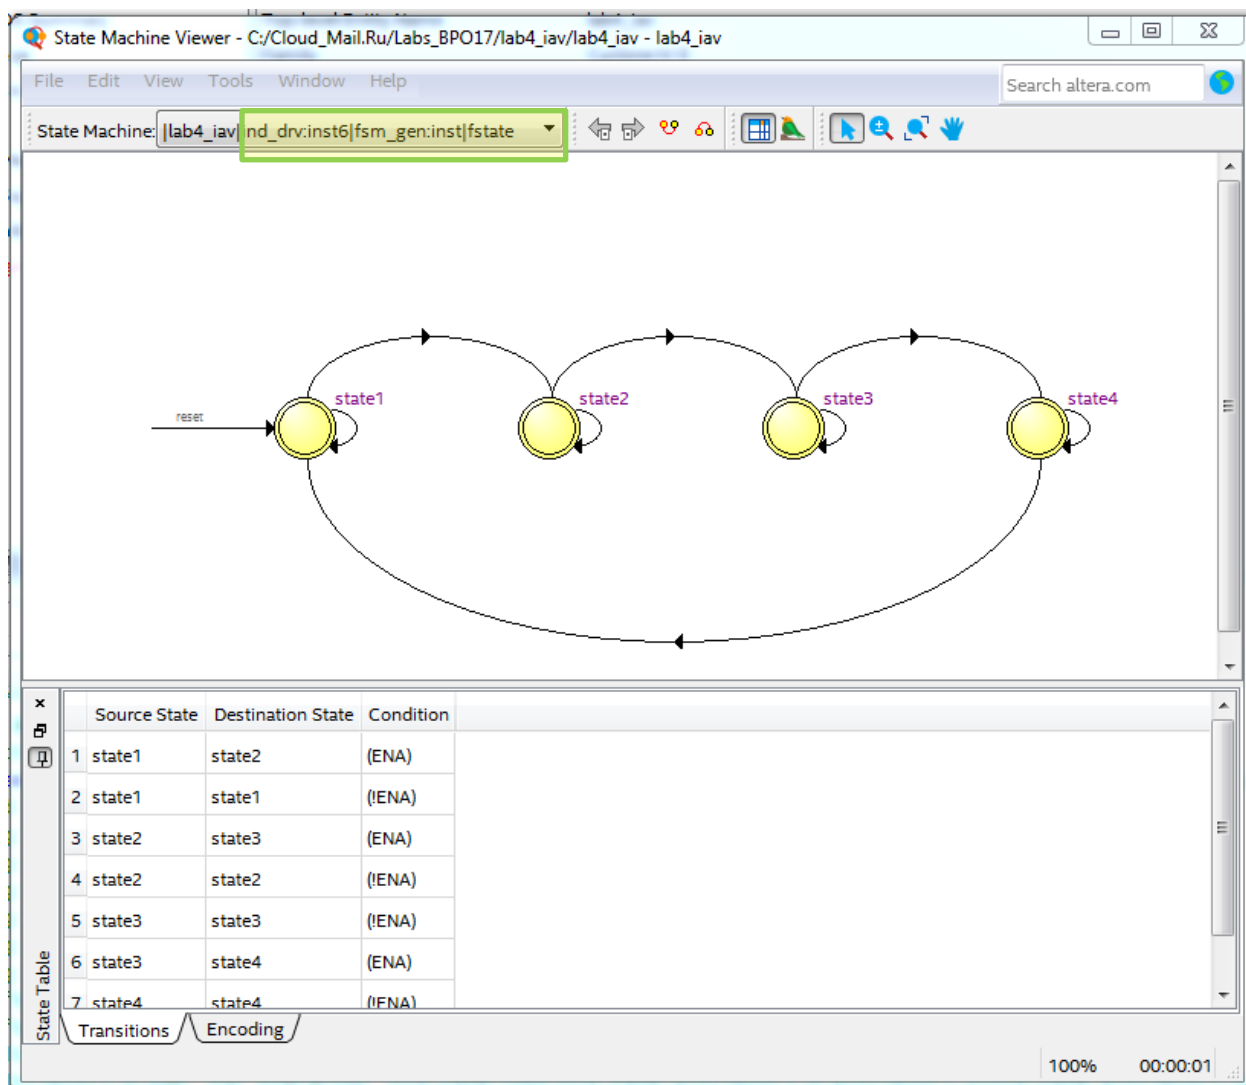

Рис. 61 Отображение конечного автомата с помощью **State Machine Viewer**
12.4. Выполните **Tools=>Netlist Viewers=>State Machine Viewer**. Откроется окно **State Machine Viewer**, где можно увидеть схематическое представление конечных автоматов (КА), если они присутствуют в проекте. В данном проекте есть один КА в компоненте **ind\_drv** (рис. 61).